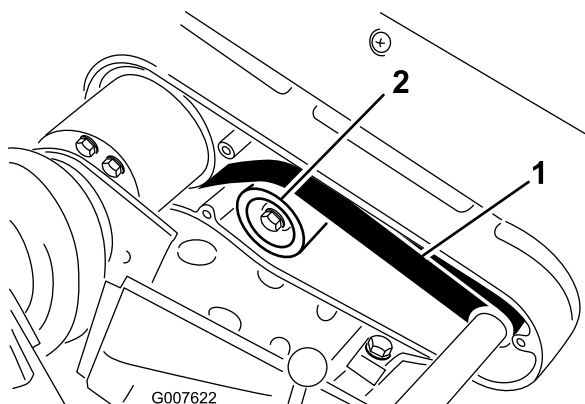

Рисунок 42
2. Проверьте натяжение, приложив к ремню посередине между шкивами (Рисунок 42) усилие 22–26 Н. Ремень должен прогнуться на 6 мм.
- А. Отпустите гайку крепления натяжного шкива и поджимайте натяжной шкив по часовой стрелке к обратной стороне ремня, пока не будет получено требуемое натяжение (Рисунок 42).